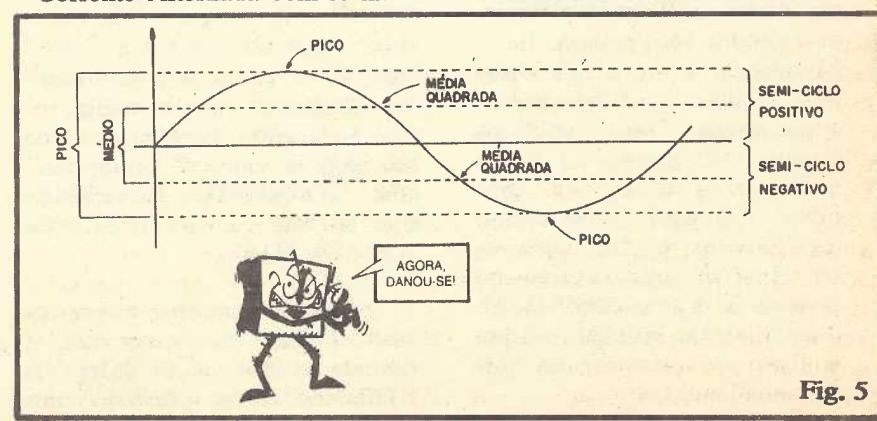

Fig. 5
- **FIG. 5 - UM CICLO** completo, de uma C.A. pode ser “dividido”, para uma interpretação mais detalhada, em duas metades: uma “acima de zero” (SEMI-CICLO POSITIVO) e outra “abaixo de zero” (SEMI-CICLO NEGATIVO). Observar ainda que os pontos/momentos extremos (momento “mais positivo” e “mais negativo” da tensão, ao longo do eixo/tempo...) são chamados de **PICO** (alguns preferem chamar o “pico negativo” de VALE...). Essas analogias são muito diretas e fáceis de entender, já que o desenho da forma de onda assemelha-se muito a “montanhas” e “vales”, num relevo topográfico... Existe, aqui, um importante fator a ser considerado: numa Corrente Alternada com forma de